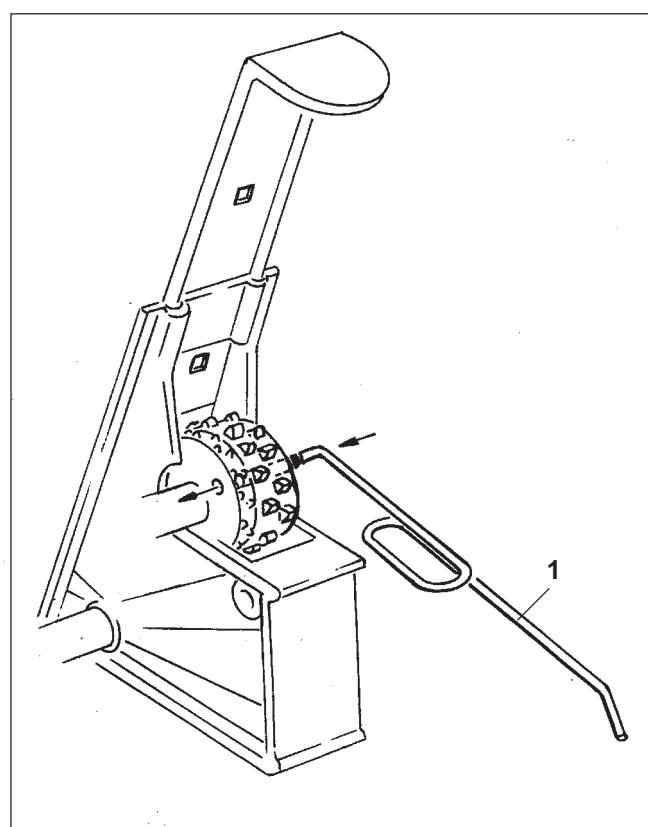

Рис. 7.2
- При помощи ключа (Рис. 7.2/1), входящего в комплект сеялки, воткните штифт, у каждой высевающей катушки для мелкосемянных культур. Затем проверьте соединение.